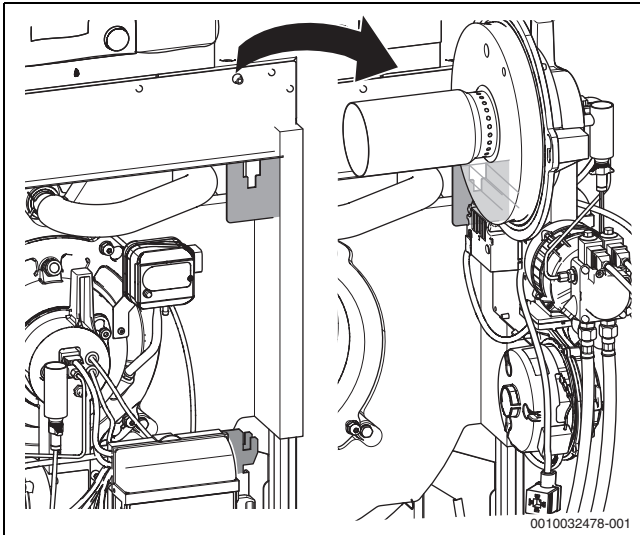

Bild 74 Brenner komplett in Serviceposition 1
- Brenner komplett herausnehmen und in Serviceposition einhängen (→Bild 74).
- ▶ Brenner kpl. herausnehmen und in Serviceposition einhängen (→Bild 74).